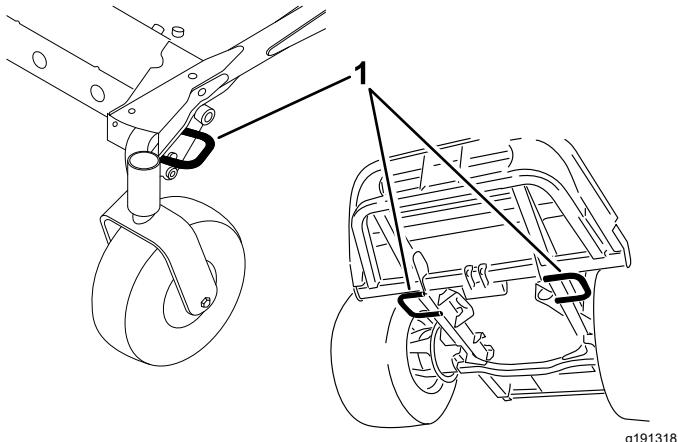

Bild 34
5. Verwenden Sie die Vergurtungsstellen, um die Maschine mit Riemen, Ketten, Kabeln oder Seilen am Anhänger oder Pritschenwagen zu befestigen (Bild 34).